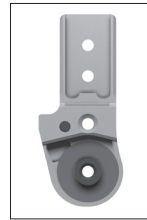

Abb. 10
3. Fetten Sie die erste Gleitscheibe **leicht** von beiden Seiten und setzen Sie sie auf (Abb. 10).